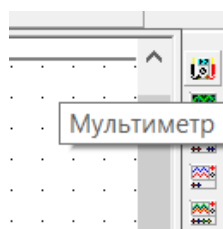

Рисунок 1.7 – Панель измерительных приборов
3.9. Справа сверху в вертикальный столбик находятся приборы. Выбрать верхний из них "Мультиметр" и поставить рядом с резистором, рисунок 1.7.